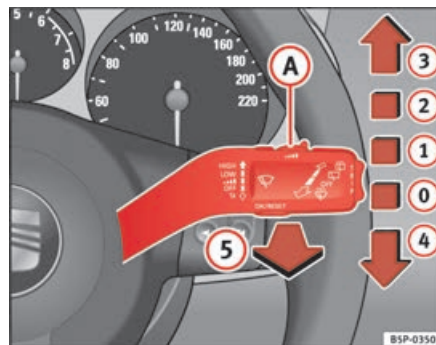

Fig. 86 Leva del tergi-lavacrystalli
Posizioni della leva dei tergicristalli ⇒ fig. 86:
- Se, quando è attivo il livello di tergiture ⇒ pag. 124, fig. 86 ② oppure il livello ③, ci si ferma, la velocità di movimento dei tergicristalli passa automaticamente al livello immediatamente inferiore. Non appena si riparte, i tergicristalli tornano a funzionare secondo la posizione selezionata originariamente.